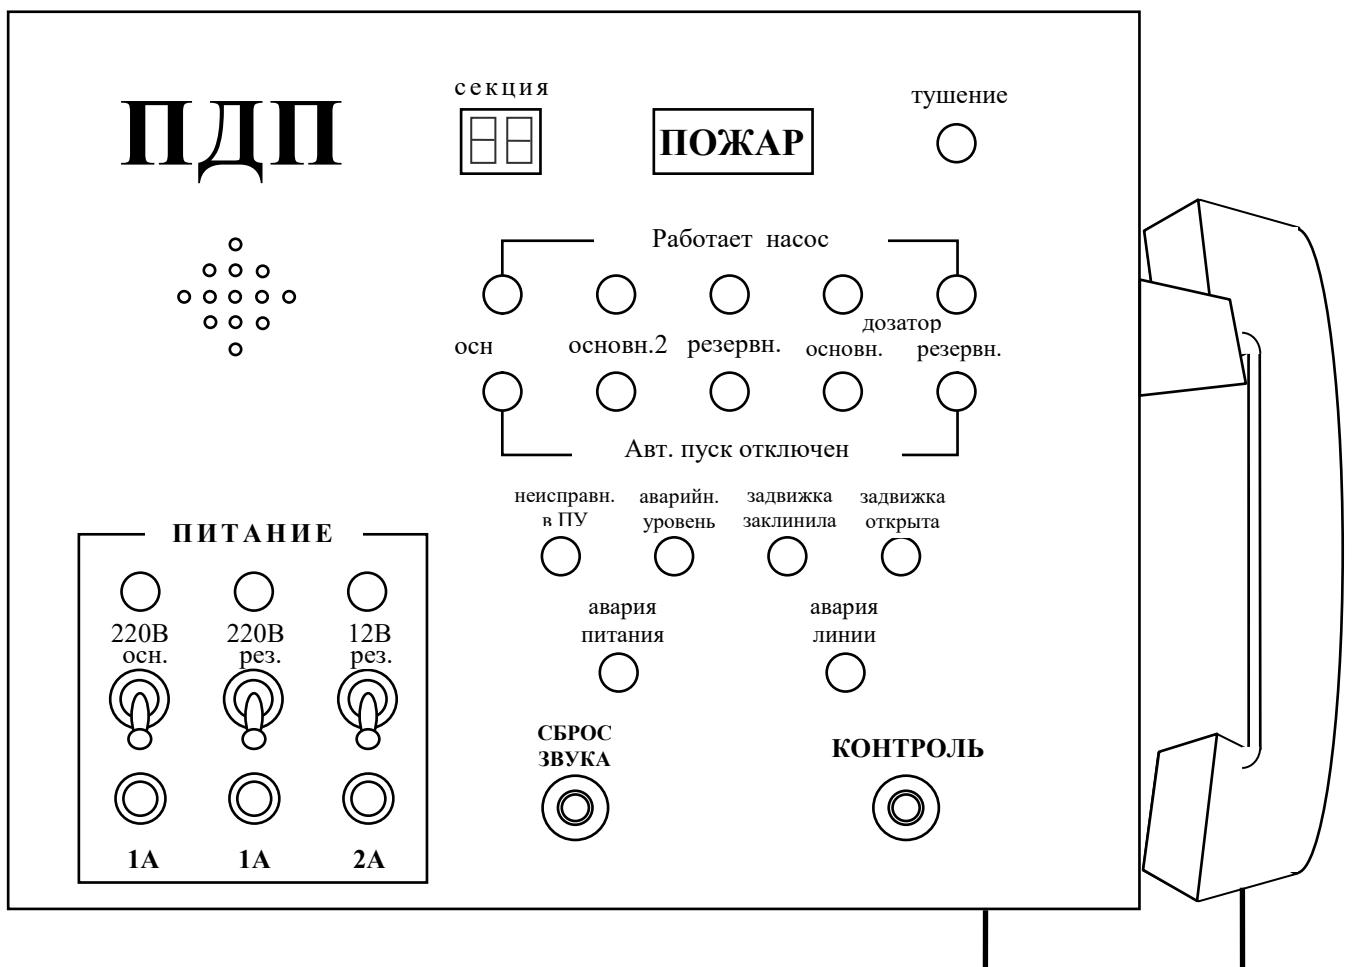

Рис. 2.1 Расположение органов управления и индикации на лицевой панели ПДП.
- 2.9. В ПДП предусмотрена возможность выключения звуковых извещений при помощи кнопки СБРОС ЗВУКА, расположенной на лицевой панели прибора (См. Рис.2.1).
Генератор звуковых сигналов синтезирует звуковые сигналы согласно поступившим извещениям. Сигналы управления формирователем (включение и тональность звука) поступают от демультиплексора светодиодного дисплея одновременно с включением световой сигнализации. При нажатии кнопки СБРОС ЗВУКА (см. Рис. 2.1) происходит отключение звукового сигнала, при поступлении новых сигналов звуковая сигнализация восстанавливается.